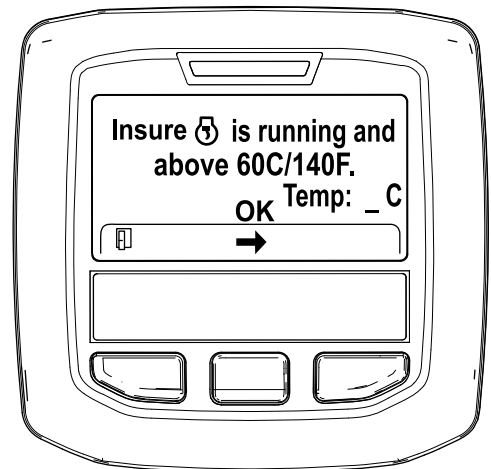

Figura 42
5. Si la temperatura del refrigerante se encuentra por debajo de 60 °C (140 °F) aparece el mensaje "Insure ☺ is running and above 60C/140F" (Asegúrese de que está funcionando y por encima de 60 °C/140 °F). (Figura 42).